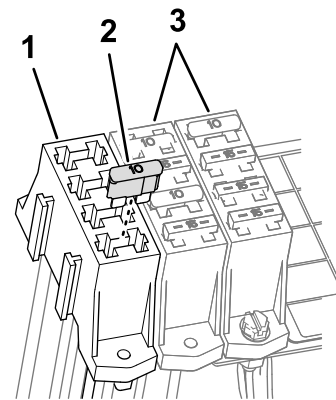

Figura 20
- Instale o fusível de na tomada que localizou no bloco de fusíveis auxiliar (Figura 20).